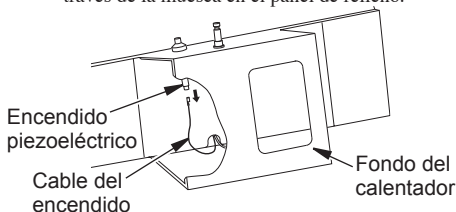

Figura 13 - Retiro del cable de encendido del encendido piezoeléctrico
2. Quite del encendido piezoeléctrico el cable negro de encendido. Acceda al cable del encendido por el fondo de la base del calentador (consulte la figura 13). Empuje el cable hacia arriba y a través de la muesca en el panel de relleno.